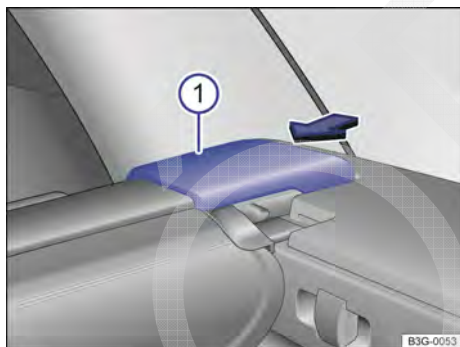

Fig. 231 No compartimento de bagagem: remover a cobertura do compartimento de bagagem.
- Pressionar a tampa terminal da cobertura do compartimento de bagagem → Fig. 231 ① na direção da seta e mantê-la pressionada.
- Soltar a cobertura do compartimento de bagagem → Fig. 231 ①.
- Pressionar a tampa terminal da cobertura do compartimento de bagagem → Fig. 231 ① na direção da seta e mantê-la pressionada. ►
- Colocar a cobertura do compartimento de bagagem no alojamento direito → Fig. 231 como mostrado.